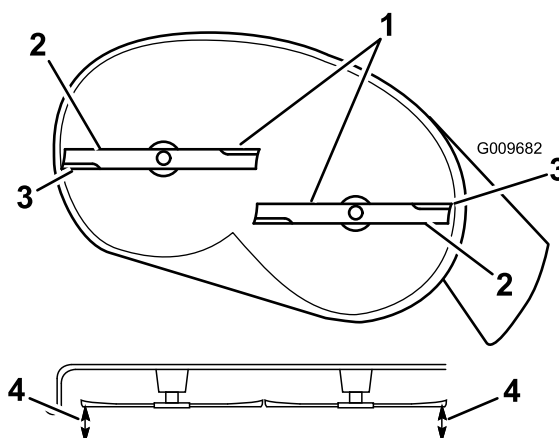

Figure 49
- Faites pivoter les lames avec précaution pour qu'elles soient toutes parallèles (Figure 49).
5. Mesurez la distance entre les tranchants extérieurs et le sol plat (Figure 49). Si les deux mesures diffèrent de plus de 5 mm (3/16 po), un réglage s'impose. Poursuivez la procédure.